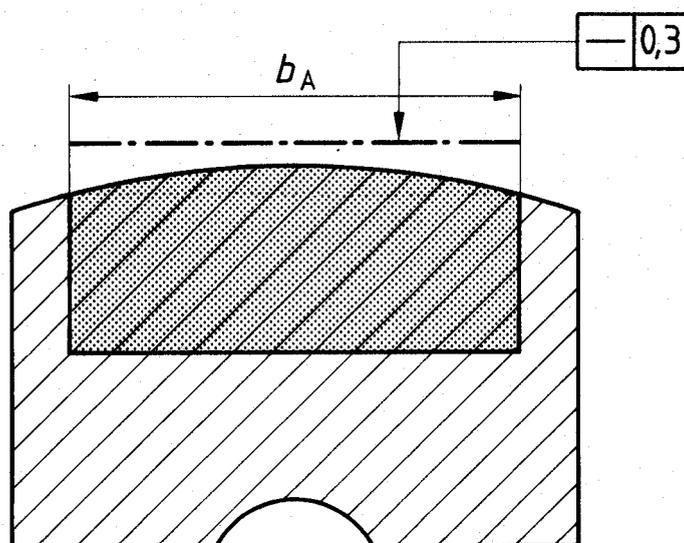

Figure 2 – Convexité
3.5 convexité, h_{Cb} : Écart par rapport à un profil plat, perpendiculairement à l'axe longitudinal, mesuré entre des lignes parallèles à la surface de base et passant par les points les plus hauts et les plus bas de la zone de montage A_1 (voir figure 2).